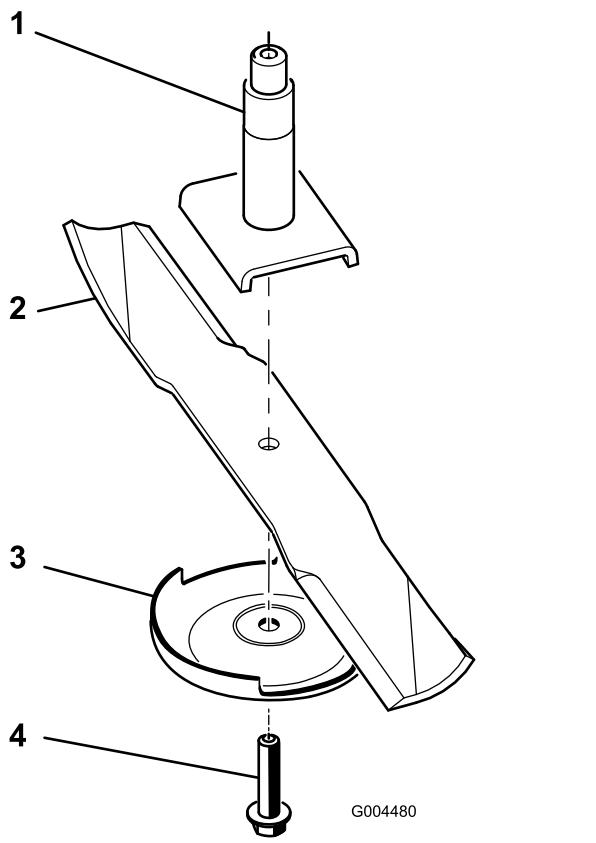

Figura 29
2. Retire del eje el perno de la cuchilla, el protector del césped y la cuchilla (Figura 29).
Nota: Si la cuchilla se mantiene horizontal, está equilibrada y puede utilizarse. Si la cuchilla no está equilibrada, rebaje algo el metal en la parte de la vela solamente (Figura 29). Repita este procedimiento hasta que la cuchilla esté equilibrada.
1. Instale la cuchilla en el eje (Figura 29).
2. Instale la placa protectora de césped y el perno de la cuchilla (Figura 29).